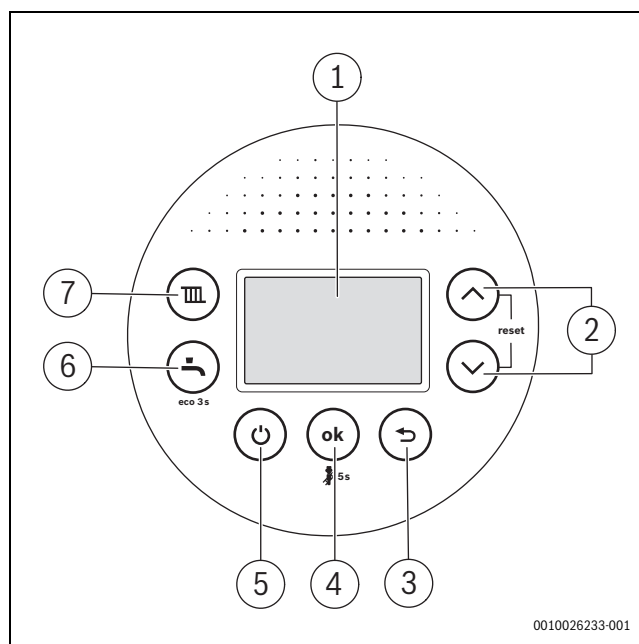

Рис. 119 Панель управления
После пуска в эксплуатацию кнопка  (→ рис. 119, [5]) одновременно включает или выключает отопление и нагрев воды, не прерывая при этом электропитание.
- ▶ В штатном режиме эксплуатации выключайте котел кнопкой  (→ рис. 119, [5]).